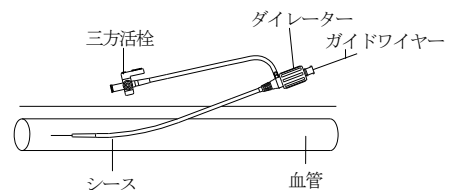

図2
8. 一体化したシース・ダイレーターを、外部に出ているガイドワイヤーを通して、できるだけ皮膚と平行になるようにして血管内に挿入する(図2参照)。